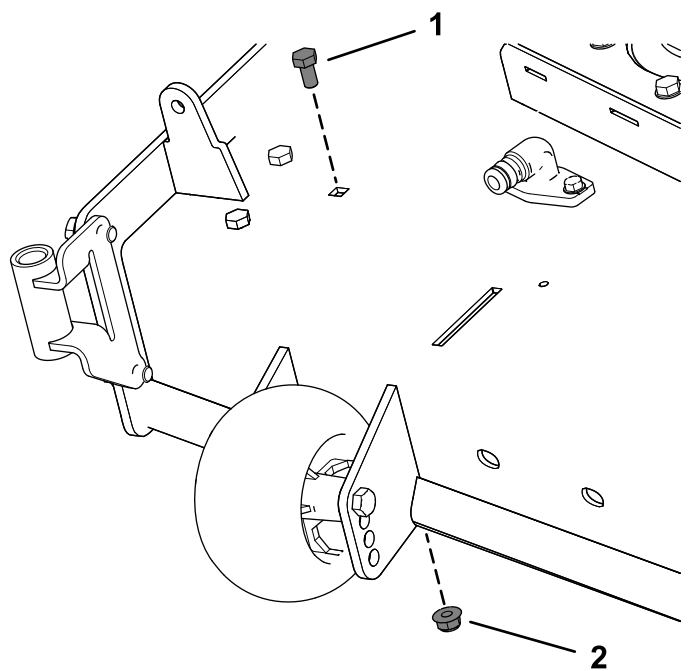

Figura 9
2. Îndepărtați urubul și piulița existente de la puntea mâinii de tuns iarba (Figura 9).
Pentru puntea mâinii de tuns iarba de 137 cm, scoateți urubul și piulița așa cum se arată în Figura 9.